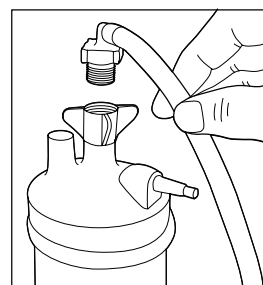

Figure 1
5. Fixez le tube de l'adaptateur du flacon de l'humidificateur au flacon, en tournant l'écrou à oreilles du flacon dans le sens antihoraire jusqu'à ce qu'il soit bien serré (voir la Figure 1).